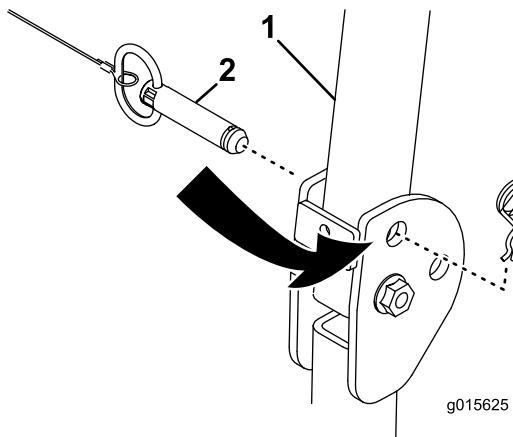

Figura 11
1. Retire o contrapino tipo grampo e pino que fixam o lado direito do ROPS ao suporte de inclinação (Figura 11).